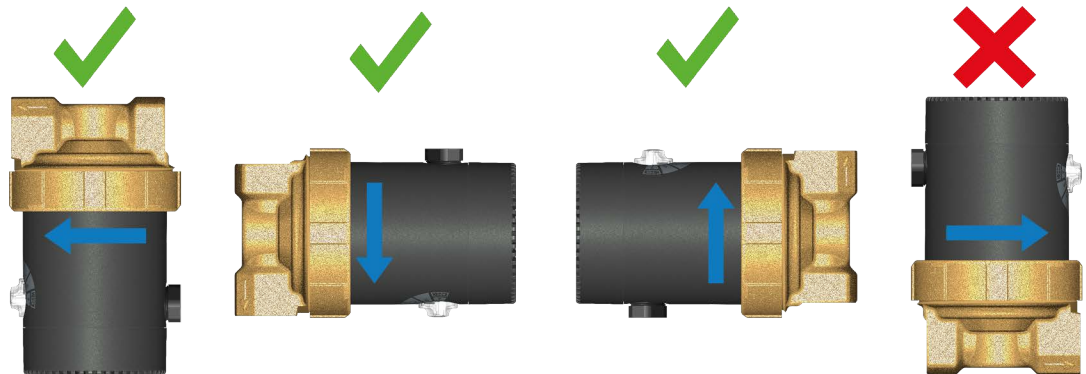

Abbildung 5
- Einbau in eine der zulässigen Einbaulagen (siehe **Abbildung 5** auf Seite 16).